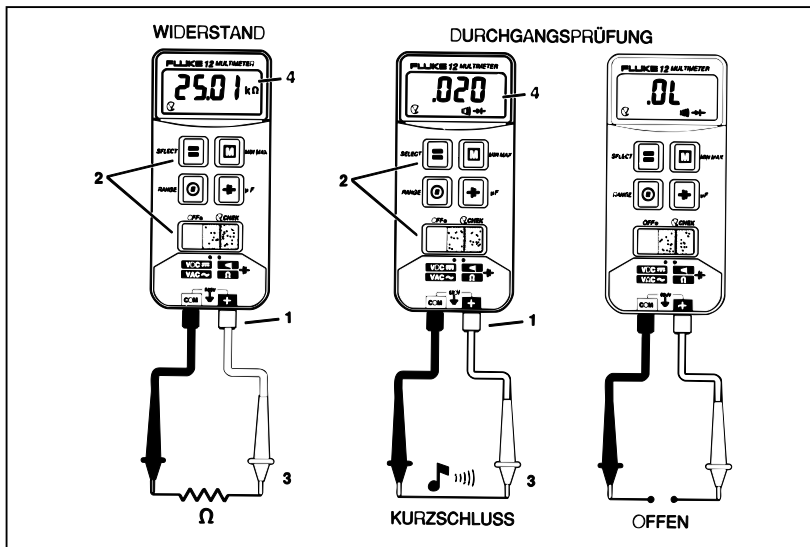

Abbildung 4. Durchgangsprüfung und Widerstandmessung
2. Stellen Sie den Schiebeschalter in die Durchgang/Ohm-Position (Abbildung 4). Das Meßgerät schaltet in die Funktion Durchgangsprüfung/Diode oder Ohm (Widerstandsmessung) um.